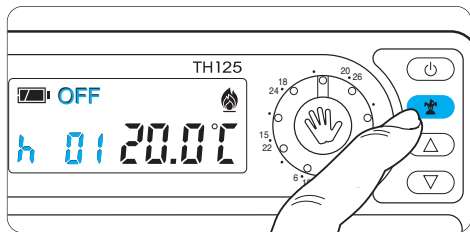

Fig. 38
12.2 - Premere una sola volta il pulsante  (fig. 38). Sul display, al posto dell'indicazione dell'ora corrente, compare la scritta h01.